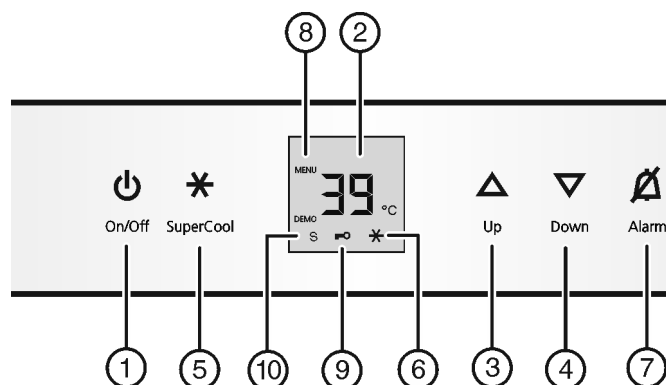

Fig. 2
- ▶ Apertar tecla On/Off Fig. 2 (1).
- ▶ Ativar o modo de configuração: Pressionar a tecla SuperCool Fig. 2 (5) por cerca de 5 s.
- ▷ A tecla SuperCool Fig. 2 (5) está piscando.
- ▶ Com a tecla de regulagem Up Fig. 2 (3) / tecla de regulagem Down selecionar Fig. 2 (4) °.
- ▶ Confirmar: Pressionar brevemente a tecla SuperCool Fig. 2 (5).
- ▶ Com a tecla de regulagem Up Fig. 2 (3) / tecla de regulagem Down selecionar Fig. 2 (4) °F ou °C.
- ▶ Confirmar: Pressionar brevemente a tecla SuperFrost Fig. 2 (5).
- ▶ Finalizar o modo de configuração: Pressionar a tecla On/Off Fig. 2 (1).
- ▶ Ativar modo de configuração: Toste SuperCool Fig. 2 (5) apertar aprox. 5 s
- ▷ O símbolo Menu Fig. 2 (8) fica iluminado.
- ▶ Com Tecla de ajuste para cima Fig. 2 (3) e Tecla de ajuste para baixo Fig. 2 (4) c selecionar.
- ▶ Apertar a tecla SuperCool Fig. 2 (5) brevemente para confirmar.
- ▶ Para ligar na proteção infantil apertar brevemente a tecla SuperCool Fig. 2 (5).
- ▷ O símbolo Proteção Infantil Fig. 2 (9) acende. Na indicação fica piscando c.
- ▶ Para desligar a proteção infantil apertar brevemente a tecla SuperCool Fig. 2 (5).
- ▷ O símbolo Proteção Infantil Fig. 2 (9) apaga. Na indicação fica piscando c.
- ▶ Desativar modo de configuração: Apertar tecla On/Off Fig. 2 (1).
- ▶ Apertar tecla Alarm Fig. 2 (7).
- ▶ Para chamar a função modo Sabbath: Pressionar brevemente Fig. 2 (5) a tecla SuperCool.
- ▶ **Para ligar** o modo Sabbath pressionar brevemente a tecla SuperCool Fig. 2 (5).
- ▶ **Para desligar** o modo Sabbath pressionar brevemente a tecla SuperCool Fig. 2 (5).
- ▶ Desativar o modo de configuração: Pressionar a tecla On/Off Fig. 2 (1).
- ▷ Na indicação de temperatura será mostrado o símbolo do modo Sabbath Fig. 2 (10) enquanto o modo Sabbath Mode estiver ativo.